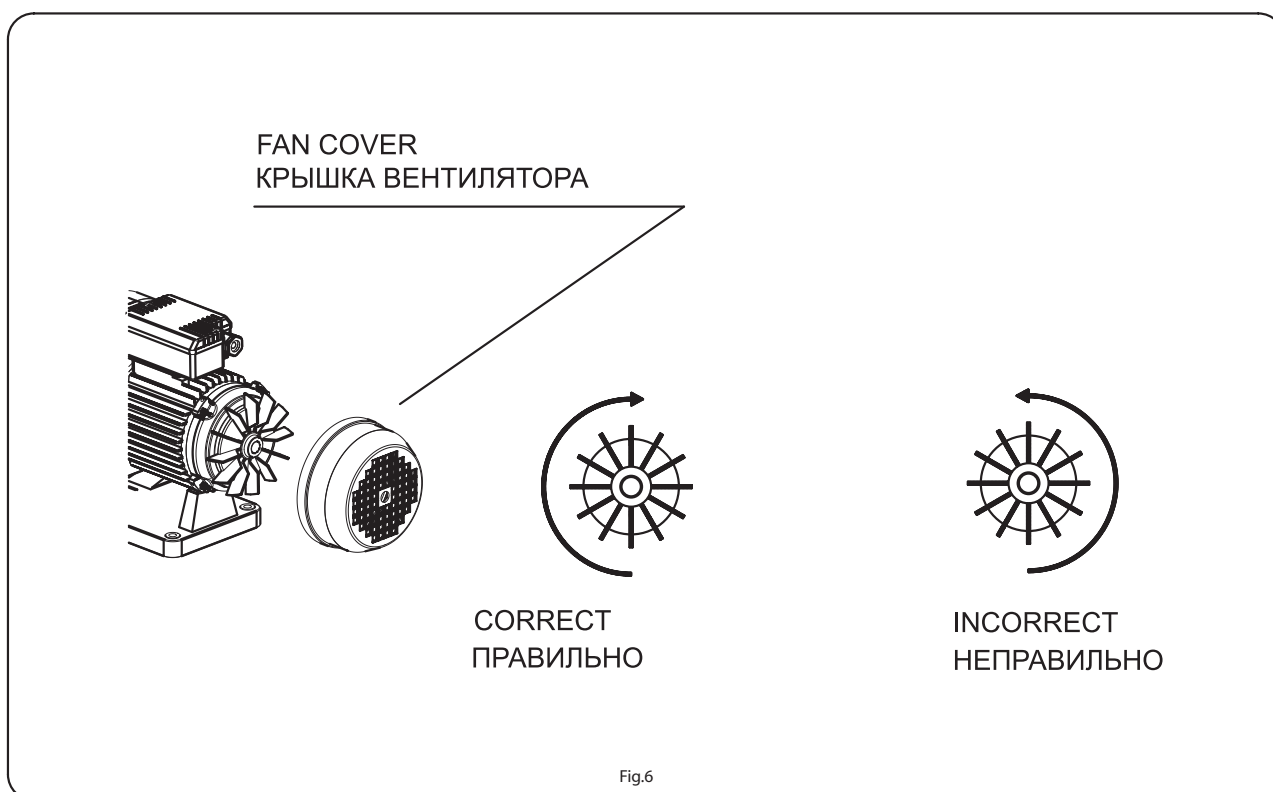

Fig.6
- В трёхфазных двигателях необходимо проверить правильность направления вращения двигателя, это выполняется с помощью вентилятора, расположенного с задней стороны двигателя, если его наблюдать через отверстие в крышке вентилятора. (Рис.6)